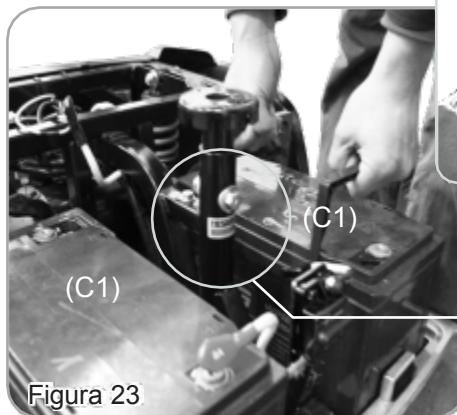

Figura 23
4. Rimuovere due batterie (C1) (Figura 23).